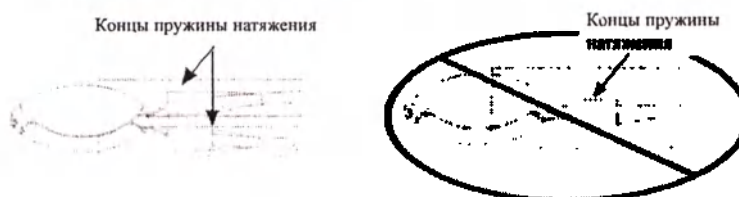

Рисунок 11.
- 4.5. Убедиться, что концы пружины натяжения расположены таким образом, который обеспечивает их контакт с обоими проксимальными краями закупорки HEARTSTRING III во время доставки закупорки HEARTSTRING III (рисунок 11).